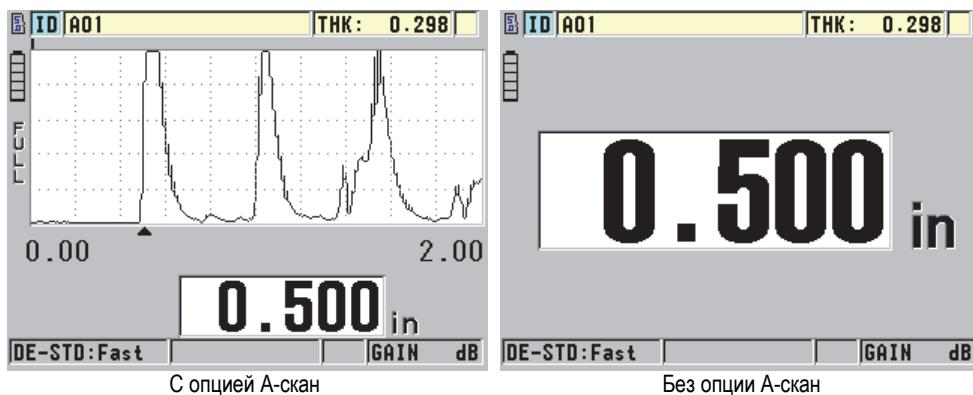

Рис. 5-12 Получение значения толщины
- Снимите показания толщины объекта контроля (см. Рис. 5-12 на стр. 78).